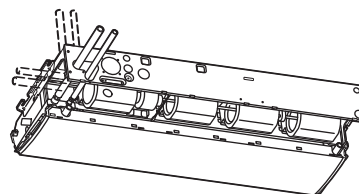

Fig. 3-19
- As posições das ligações da tubagem de refrigerante são mostradas na figura abaixo. (A tubagem pode ser encaminhada em 3 direcções.) (Fig. 3-19)
- * Se o tubo de drenagem for encaminhado através do lado esquerdo, refira-se à Fig. 3-19 e siga o procedimento acima para instalar o tubo. Recoloque o obturador de borracha, retirado antes, no lado direito. O obturador de borracha pode ser colocado facilmente utilizando uma chave de fendas ou outra ferramenta similar para premir o obturador na abertura de drenagem na unidade principal. Carregue no obturador na abertura de drenagem da unidade principal até onde vá.